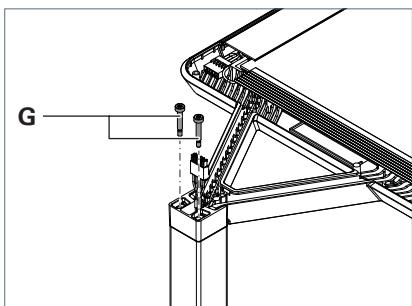

Fig. 4 : Fixer la tête du luminaire.
- ▶ Fixez la tête du luminaire avec les deux vis **G** et serrez fermement les vis, voir Fig. 4.